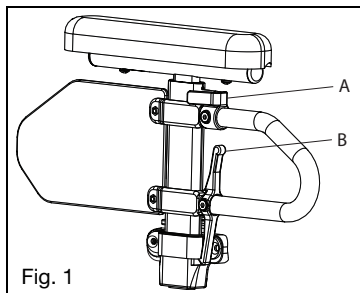

Fig. 1
- b. El apoyabrazos se fijará automáticamente en su lugar. Verifique que la palanca de bloqueo esté como se muestra (Fig. 1:B).
- Gire la palanca de liberación (Fig. 1:A).
- Empuje la almohadilla hasta que la parte superior del brazo quede bien sujeta en su lugar. Verifique que la palanca de bloqueo esté como se muestra (Fig. 1:A).
- Presione la palanca de liberación (Fig. 1: B) y extraiga el apoyabrazos.